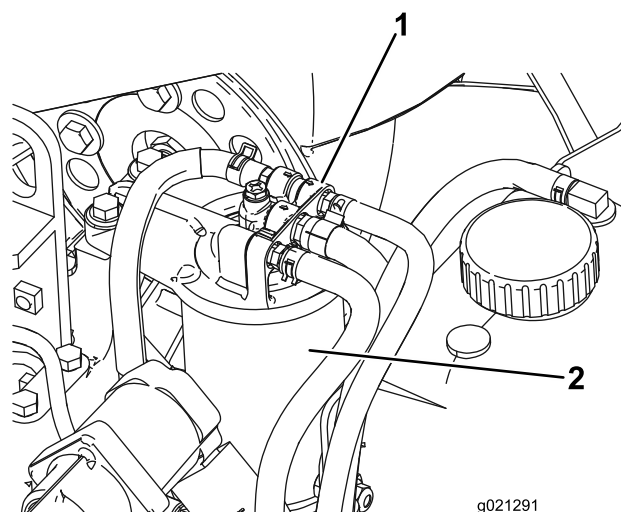

Figura 59
1. Limpie la zona alrededor de la cabeza del filtro de combustible (Figura 59).
2. Retire el filtro y limpie la superficie de montaje del cabezal del filtro (Figura 59).